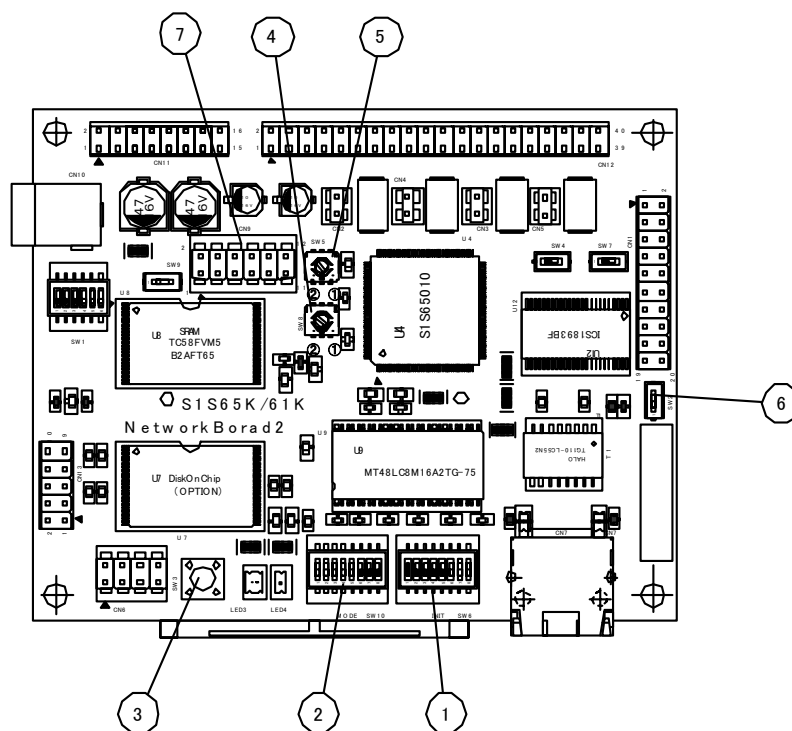
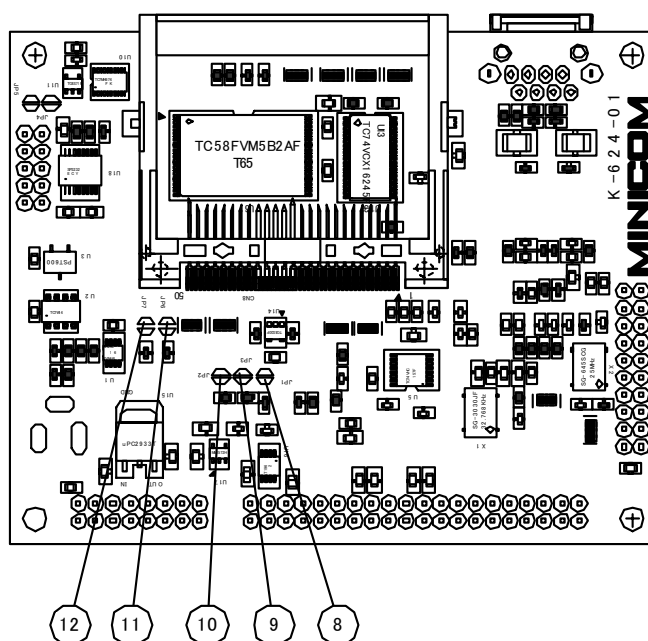

図 5-1 メインボード機能 (Top View)
図 5-2 メインボード機能 (Bottom View)
メインボードが有する機能の位置は基板表面を図 5-1に基板裏面を図 5-2に示しますので参照してください。それぞれの機能は5.1から5.9に記します。
: 図 5-1 ①参照
: 図 5-1 ②参照
: 図 5-1 ③参照
: 図 5-1 ④参照
②	GND	RESET# (HW-RESET)
: 図 5-1 ⑤参照
: 図 5-1 ⑥参照
: 図 5-1 ⑦参照
: 図 5-2 ⑧～⑩参照
: 図 5-2 ⑪～⑫参照